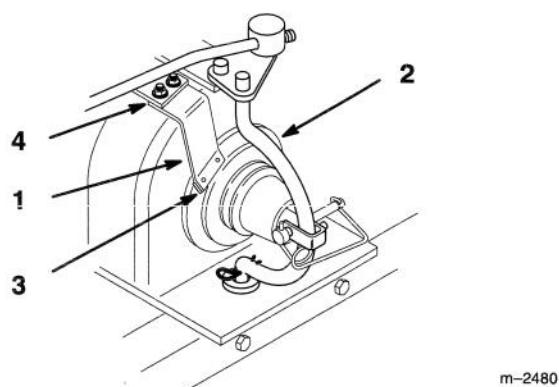

Figure 29
3. Desserrer 2 écrous de réglage (Fig. 29).
4. Insérer un calibre d'épaisseur de 0,3 mm (0.012") entre la plaquette de frein et la poulie d'embrayage (Fig. 29).
5. Serrer les écrous de réglage en maintenant la plaquette de frein contre le calibre d'épaisseur (Fig. 29).